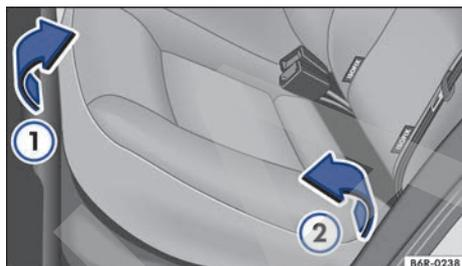

Fig. 79 Asiento trasero: levantar la banqueta.
- Tire del borde delantero de la banqueta hacia arriba, en el sentido de la flecha → fig. 79 (1).
- Levante la banqueta hacia delante, en el sentido de la flecha (2).